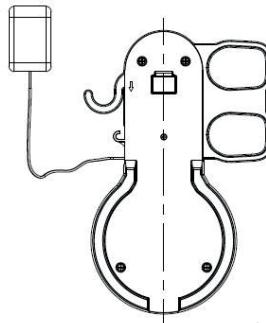

Abb. 2
2. Markieren Sie die vier Löcher mit einem Bleistift. Verwenden Sie eine Wasserwaage, um sicherzustellen, dass die Halterung vollkommen waagrecht ist (Abb. 2).